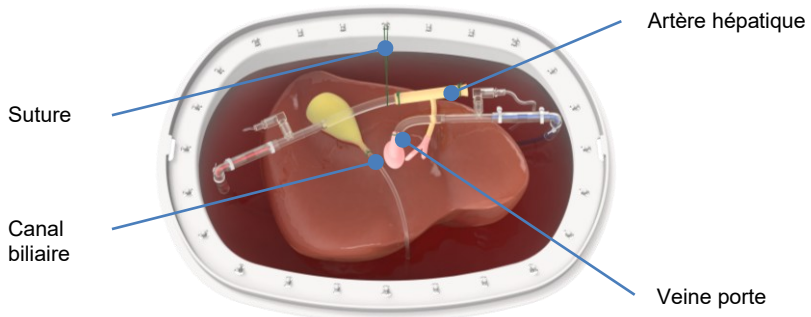

Figure 27 Canulation de l'artère hépatique et de la veine porte
- Pour connecter le foie du donneur au kit de perfusion Liver Assist [RÉF 11.401], il faut canuler la veine porte et l'artère hépatique ; voir Figure 27.
- Une suture peut être attachée au bord du réservoir et aux canules, afin de garantir un positionnement correct des canules et d'obtenir une perfusion optimale (voir Figure 27).